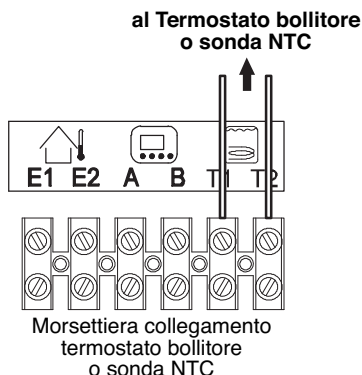

Figura 5.28
- Collegare ai morsetti T1 e T2 della morsettiera i due conduttori elettrici come indicato in Figura 5.28. Collegare gli stessi conduttori ai morsetti del termostato bollitore o sonda NTC.